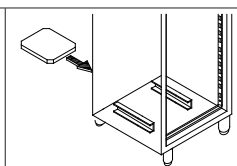

Bild 3
- Führen Sie in die unteren Schlitten den Defrost-Behälter ein, bei Modellen mit automatischen Verdunstung müssen die Verbindungen hergestellt werden (Bild 3) (Nur für bestehende Produkte gültig.)